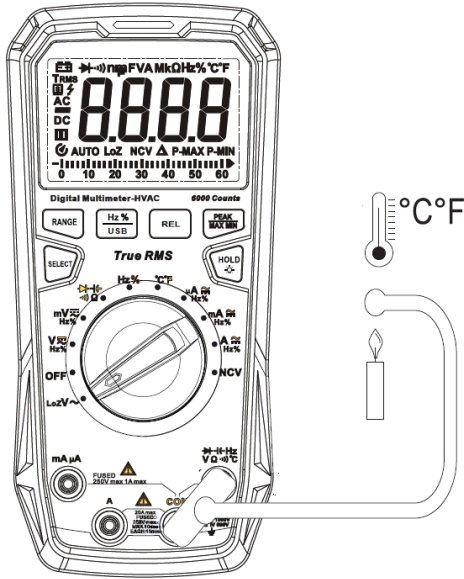

Рисунок 8
**9.8. Измерение температуры (только в модели UT17B PRO, см. рисунок 8)**